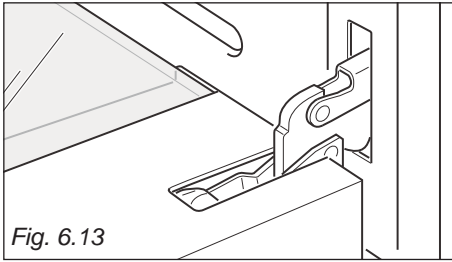

Fig. 6.13
- Ugnsluckan öppnas helt (Fig. 6.13).